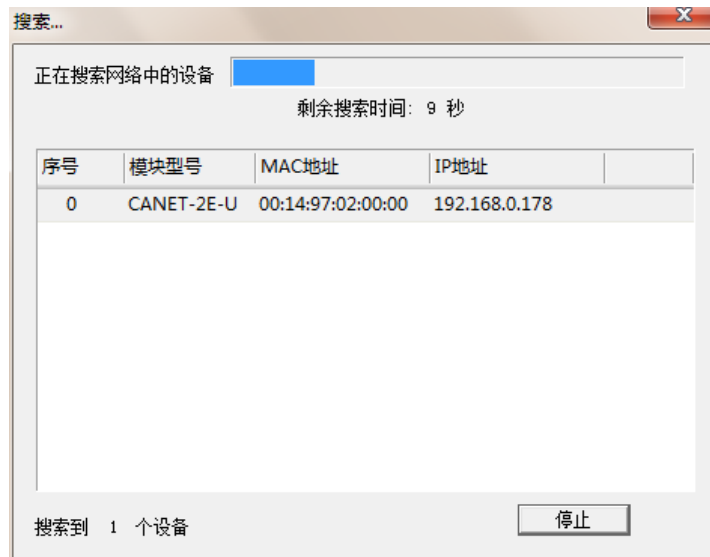

图 3.2 ZNetCom 软件搜索设备
5. 单击  搜索设备 出现如图 3.2 所示界面，可以获知设备 IP 地址。